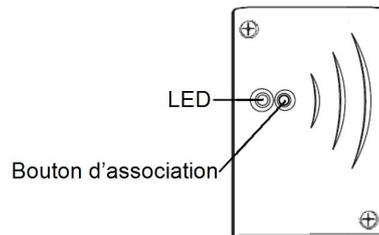
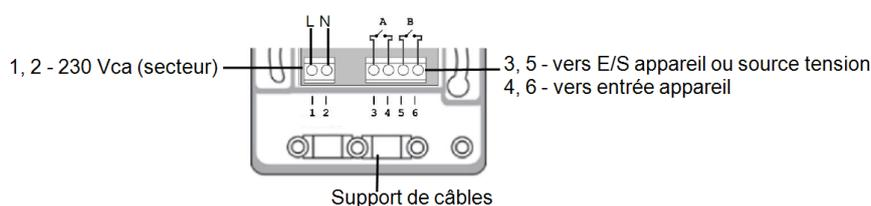

Figure 3: The Interrupteur à contact sec
Figure 4: Interrupteur à contact sec connections
5. Connectez les câbles de charge aux borniers (Figure 4, Figure 5 et Figure 6) :
- Dry contact 250V / 13A maximale (connexions 3, 5) - à une source de tension dédiée de l'appareil (Figure 3), ou une alimentation externe selon les spécifications de commande d'entrée de l'appareil (Figure 4).